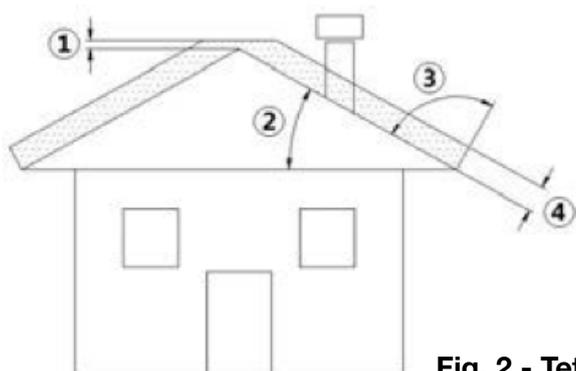

Fig. 2 - Tetto inclinato
- La quota di sbocco in atmosfera deve essere al di fuori della zona di reflusso provocata dalla conformazione del tetto o da ostacoli che si trovano in prossimità (vedi **Fig. 2**).